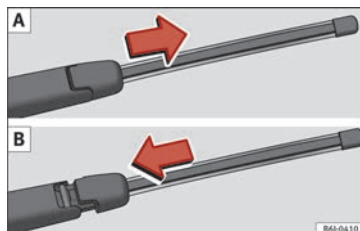

Fig. 91 Estrarre e posizionare la spazzola del tergilunotto.
- Scorrere l'adattatore della spazzola nella direzione della freccia e rimuovere la spazzola » **fig. 91 A**.
- Posizionare la spazzola come indicato nella figura » **fig. 91 B** e scorrere l'adattatore fino a quando non si incastra.